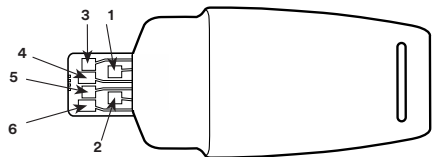

Figura 6-2: Varilla de verificación del calibrado
- Sujete los cables del multímetro digital a los parches uno y tres (consulte la figura 6-2).